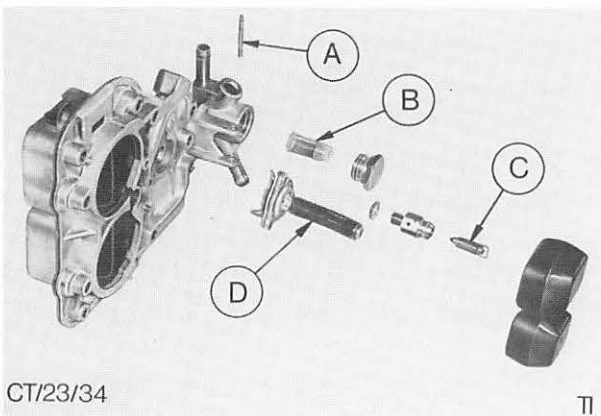

Abb. 65 Vergaserdeckel zerlegt
4. Vergaserdeckel zerlegen. Verschlussschraube im Kraftstoffeinlaßstutzen herausdrehen und Einlaß-Filtersieb entfernen. Schwimmerachse heraustreiben, Schwimmer und Nadelventil entfernen. 3 Schrauben der Anreicherungsventil-Membraneinheit entfernen und Membraneinheit abnehmen. Nadelventil-Gehäuse herausdrehen. Abb. 65.